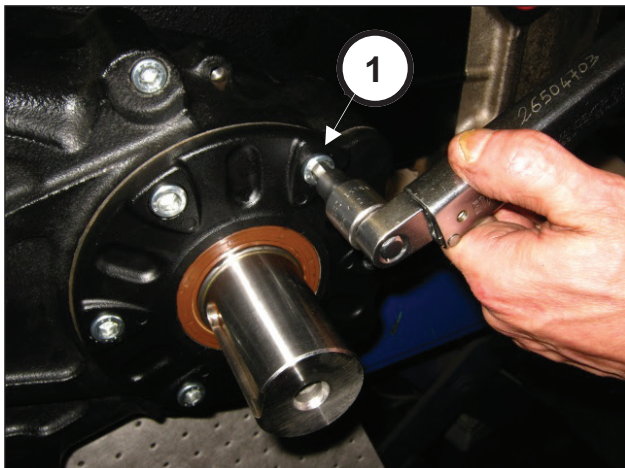

Рис. 95
Затяните 6 винтов М10х25 (поз. ①, Рис. 95). Откалибруйте винты динамометрическим ключом, как указано в главе 3 "МОМЕНТЫ ЗАТЯЖКИ ВИНТОВ".